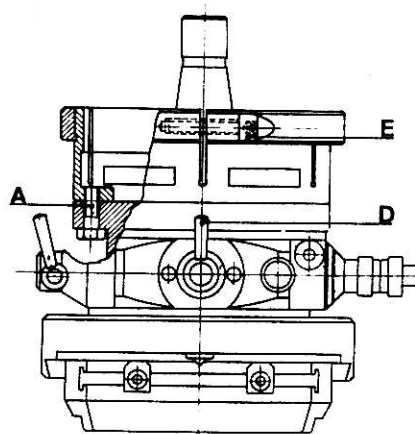

Fig. 2
- 2 - Applicare l'anello di fissaggio alla testa mediante le tre viti A, senza pero' serrarle a fondo (Fig. 2)
- 4 - Serrare la vite del collare E dell'anello di fissaggio (Fig. 2), senza bloccarla rigidamente